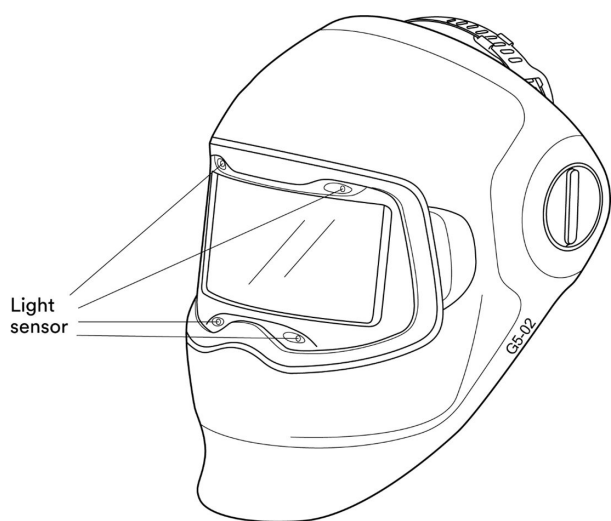

Fig. 5
1. **MARCHE/ARRÊT** : Le filtre pour le soudage est sensible aux mouvements et se met automatiquement en MARCHE lorsqu'il est déplacé. Lors de la mise sous tension initiale, tous les voyants de réglage passeront d'un niveau à l'autre rapidement, à tour de rôle. Le filtre pour le soudage se **DÉSACTIVE** automatiquement après 1 heure d'inactivité. Le filtre pour le soudage comporte quatre capteurs optiques qui réagissent séparément et déclenchent l'obscurcissement du filtre à l'apparition d'un arc de soudage (fig. 5). Le filtre pour le soudage peut ne pas s'obscurcir si les capteurs sont obstrués ou lorsque l'arc de soudage est complètement protégé. Les sources lumineuses intermittentes (p. ex., lampes stroboscopiques de sécurité) peuvent activer le filtre, le faisant s'obscurcir alors qu'il n'y a aucun procédé de soudage en cours. Cette interférence peut se produire à distance et/ou par lumière réfléchie. Les environnements de soudage doivent être bien protégés de telles interférences.